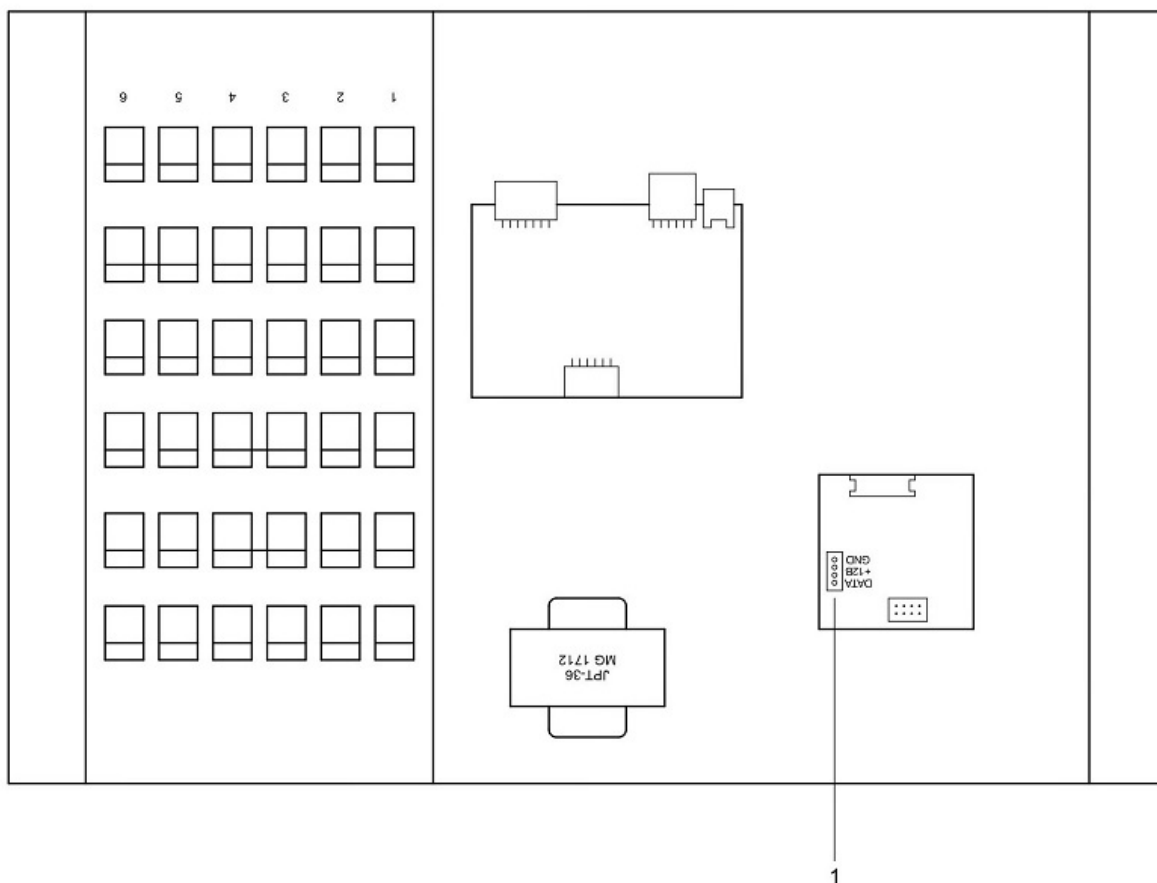

Рисунок 4.2. Вид пульта с поднятыми частями передней стороны корпуса
3. Установить обратно 4-х контактный разъем на кабель радиопередатчика и соединить его с ответной частью **(1)** (рис.4.2), расположенной на плате, установленной внутри пульта.